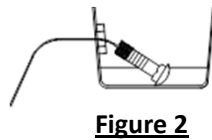

Figure 2
- Tirer le fil de tirage avec la visserie jusqu'au point de fixation à travers le trou. Laisser la visserie attachée avec les fils de tirage. Répéter la procédure sur les deux longerons. Repousser la visserie dans les longerons, toujours avec le fil de tirage attaché, pour permettre à l'attelage de se placer en position. Voir la figure 2.